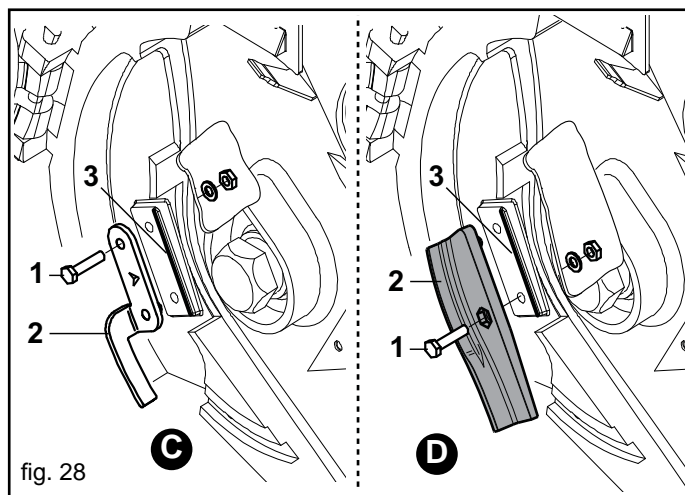

fig. 28
Utiliser l'éjecteur de graines couleur grise claire (C, Fig. 28) pour des graines de petites dimensions avec un diamètre moyen inférieur à 3,5 mm (exemple : betterave enrobée).
Utiliser l'éjecteur de graines couleur noire (D, Fig. 28) pour des graines de moyennes dimensions, diamètre moyen de 3,5 à 7mm (par exemple: maïs).
Dévisser les vis (1, Fig. 28) et enlever l'éjecteur (2).
Montage: Placer l'éjecteur (2) comme l'indique la Figure 28.
Appuyez l'éjecteur contre le bord obtenu dans le siège (3, Figure 28) et le fixer avec la vis livrée (1). La vis doit être adaptée seulement il y est indiqué sur la photo. Ne mettre aucune épaisseur entre l'éjecteur et le siège. Vérifier que l'éjecteur adhère au disque de semis. En cas d'usure évidente, remplacer l'éjecteur.